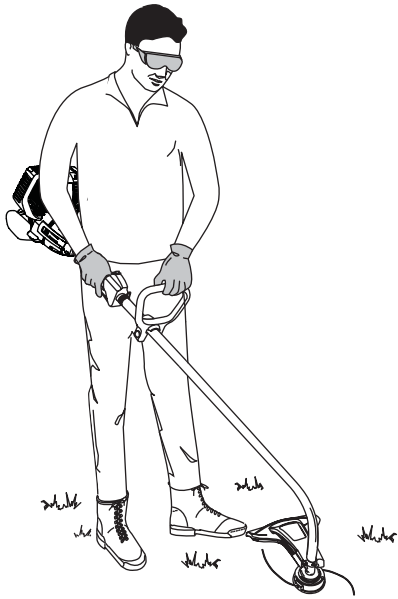

Fig. 13
4. Mientras sostiene la unidad en posición de operación (Fig. 13), coloque la manija en D en el lugar que le brinde el mejor agarre.
Antes de operar esta unidad, párese en posición de operación (Fig. 13). Verifique lo siguiente: